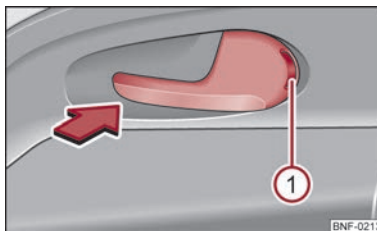

Fig. 11 Dørhåndtag
- Tryk dørhåndtaget i pilens retning, så den røde markering ① ⇒ Fig. 11 kan ses.
- Åbn døren ved en gang at trække dørhåndtaget modsat pilens retning ⇒ Fig. 11.